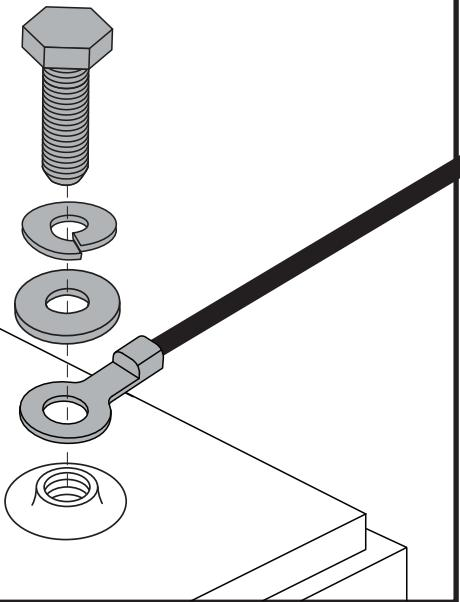

Figura 11. Equipo Terminal de la Batería
**NOTA:** Algunos scooters tienen espaciadores instalados para asegurar las baterías. Usted puede remover los espaciadores para guardarlos seguros hasta que las baterías sean reemplazadas en el scooter. Ver figura 11.